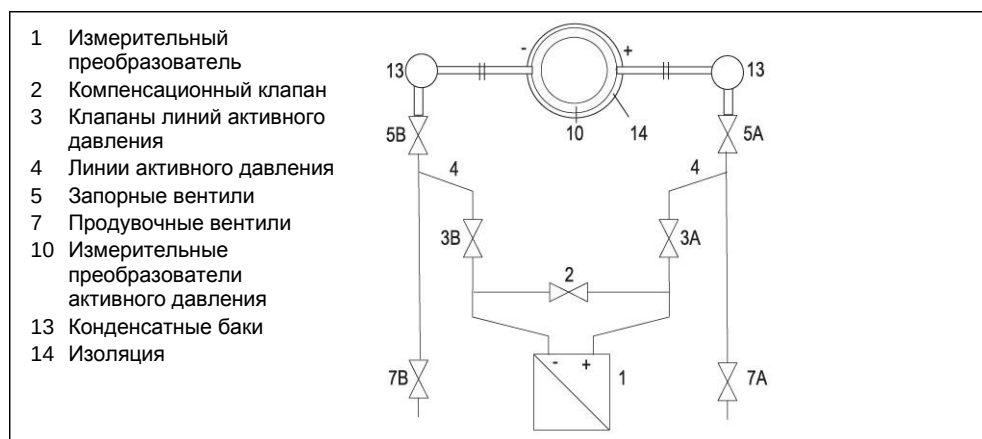

Рис. 36. Измерение пара
1. Откройте оба запорных вентиля (см. 5 на рис. 36) в точках забора давления.
2. Откройте компенсационный клапан (2).
3. Дождитесь конденсации пара в линиях активного давления (4) и конденсатных баках (13).
4. Приоткройте клапан линии активного давления (3А) и вентиляционный клапан на камере высокого давления измерительного преобразователя (1), пока не начнет выходить безвоздушный конденсат.
6. Приоткройте вентиляционный клапан на камере низкого давления измерительного преобразователя (1), пока не начнет выходить безвоздушный конденсат.
9. Закройте вентиляционный клапан на камере низкого давления измерительного преобразователя (1).